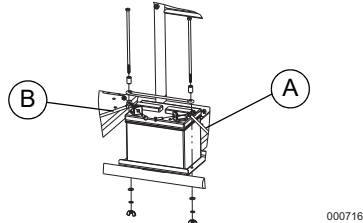

Figura 2-11. Instalación de la batería
- Consulte la **Figura 2-11**. Instale la batería de la siguiente manera.